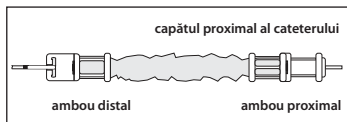

Figura 4
- Introduceți vârful cateterului dorit prin capătul proximal al ecranului anticontaminare al cateterului. Avansați cateterul prin tubulatură și ambou la capătul celălalt (consultați Figura 4).